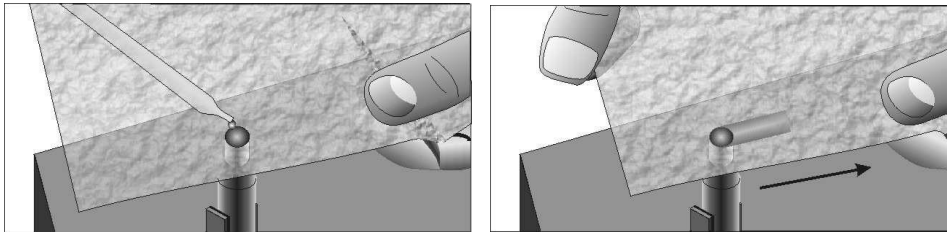
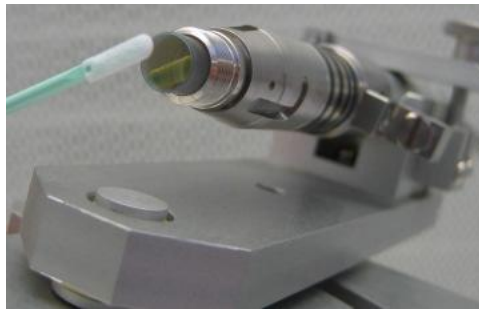

图 16 镜头纸蘸酒精擦拭清理 QBH 晶体
图 17 棉签蘸酒精擦拭清理 QBH 晶体
- b) 参照图 16 及图 17 所示，采用棉签、镜头纸蘸酒精或丙酮朝固定方向擦拭，切勿用嘴吹，如果石英端面不干净，请重复以步骤清洁镜头；